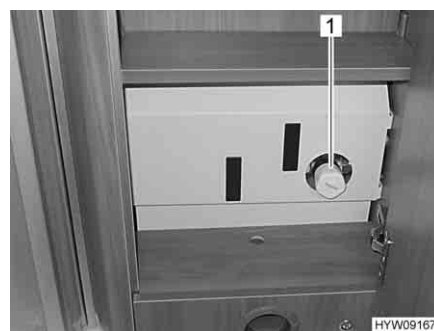

Fig. 163 Valvola di chiusura per vano WC
- Per aumentare la potenza di riscaldamento: Ruotare la valvola di chiusura (Fig. 163,1) in senso antiorario.
- Per ridurre la potenza di riscaldamento: Ruotare la valvola di chiusura (Fig. 163,1) in senso orario.